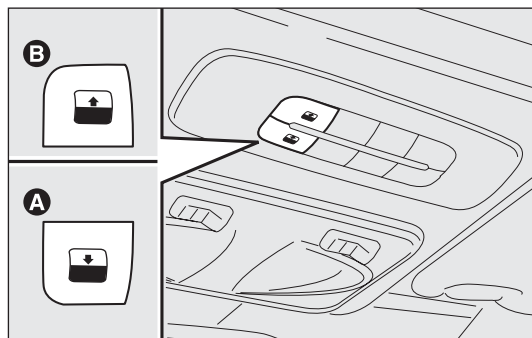

fig. 65
Il tetto apribile ad ampia vetratura è composto da due pannelli in vetro di cui uno fisso e uno mobile dotati di due tendine parasole (anteriore e posteriore) a movimentazione manuale. Le tendine possono essere utilizzate nelle posizioni “tutta chiusa” e “tutta aperta” (non hanno posizioni fisse intermedie). Per aprire le tendine: impugnare la maniglia A-fig. 65, svincolarla ed accompagnarla seguendo il senso indicato delle frecce fino alla posizione “tutta aperta”. Per chiuderle seguire il procedimento inverso. Il funzionamento del tetto apribile avviene solo con chiave di avviamento in posizione MAR.
I comandi A-B fig. 65 posti su plancia dedicata vicino alla plafoniera anteriore, comandano le funzioni di apertura/chiusura tetto apribile.
Premere il pulsante B-fig. 65 e mantenerlo premuto, il pannello vetro anteriore si porterà in posizione “spoiler”; premere nuovamente il pulsante B-fig. 65 e, agendo sul comando per più di mezzo secondo, si innescerà il movimento del cristallo del tetto che prosegue automaticamente fino a fondo corsa; il cristallo del tetto può essere fermato in una posizione intermedia agendo nuovamente sul pulsante.
Dalla posizione di apertura completa, premere il pulsante A-fig. 65 e, se si agisce sul pulsante per più di mezzo secondo, il cristallo anteriore del tetto si porterà automaticamente in posizione “spoiler”; agendo nuovamente sul pulsante, il cristallo del tetto si ferma in posizione intermedia; premere nuovamente il pulsante A-fig. 65 e mantenerlo premuto fino alla chiusura completa del pannello.
- ☐ premere il pulsante A-fig. 65 in posizione di chiusura;